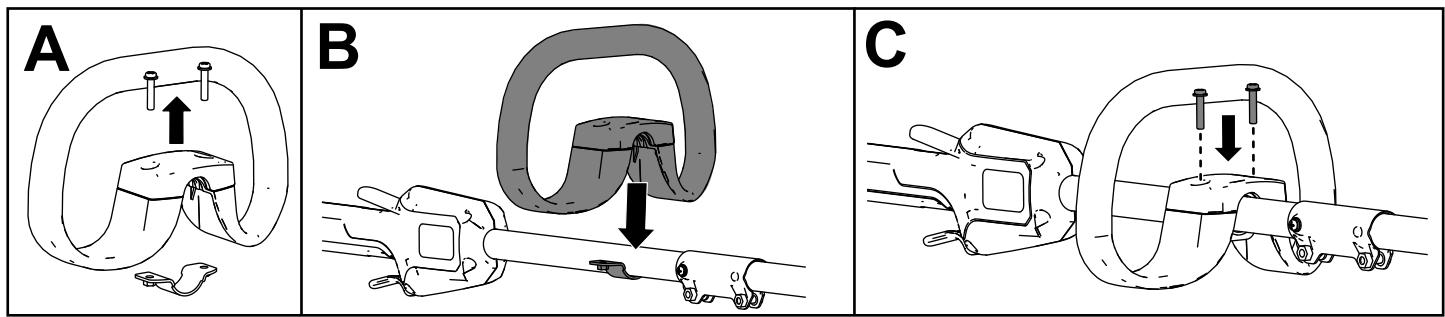

Figura 4
1. Separe la empuñadura auxiliar de la abrazadera retirando los 2 tornillos (Figura 4, A).
2. Alinee la empuñadura auxiliar con la abrazadera en el mango de la desbrozadora (Figura 4, B).
3. Sujete la empuñadura auxiliar a la abrazadera con los 2 tornillos que retiró anteriormente (Figura 4, C).